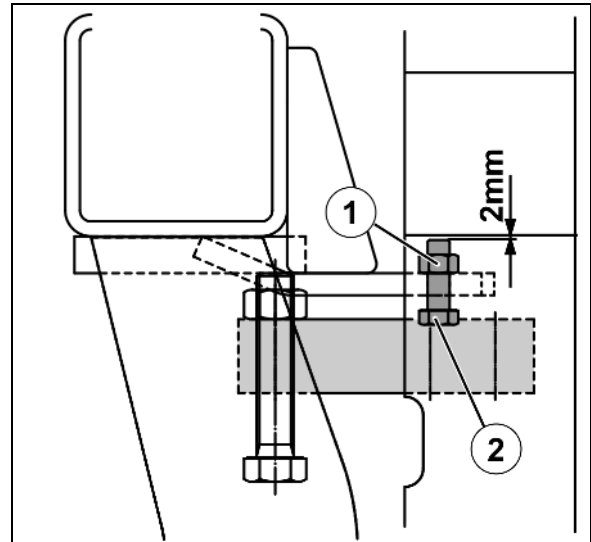

Bild 56
Begränsningsskruvarna (Bild 56/2) ska ställas in med ett spel på 2 mm, se bilden.
1. Lossa kontramuttern (Bild 56/1)
2. Ställ in begränsningsskruvarna (Bild 56/2)
3. Dra åt kontramuttern (Bild 56/1)